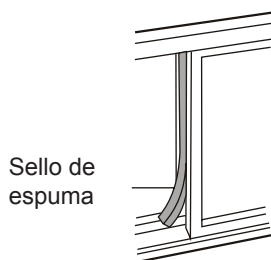

Fig.15
6. Corte el sello de espuma a una longitud apropiada y selle la posición abierto entre el marco de la ventana superior y el marco de la ventana exterior. Como se muestra en la Fig.15.